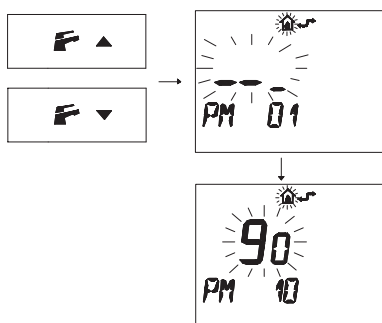

Figura 5.45
- Pulse los botones **F**▲ o **F**▼ para visualizar la programación "**PM10**" selección de la frecuencia de encendido (Figura 5.45).
En la Figura 5.45 se muestra un punto de consigna programado de **90** equivalente a un tiempo de reencendido de aproximadamente 3 minutos. El rango de regulación va desde 0 a 8 minutos y